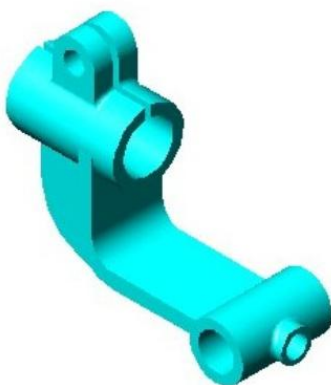

图 J1-4 三维零件 4
- ① 在盘下建立考生文件夹，文件夹名称为“场次-工位号”，所有文件必须保存在考生文件夹中，否则记零分；
- ② 文件名称为“J1-4”，保存在考生文件夹中；
- ③ 根据图 J1-4 所示尺寸完成三维建模；
- ④ 隐藏草图和创建的基准平面；
- ⑤ 考试过程中注意保存，考核结束时考试应立即停止操作，不得关闭电脑，离开考场。
(2) 实施条件